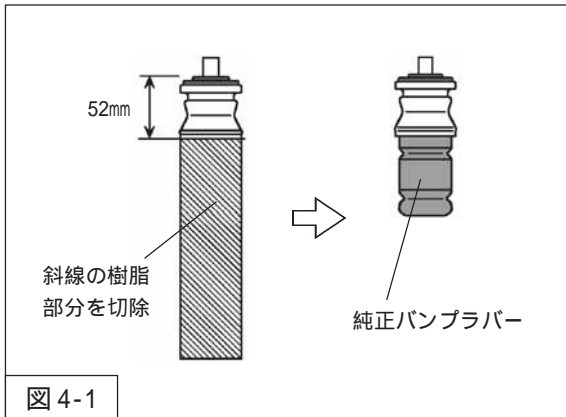

図 4-1
- ・ダストブーツ部分が純正アッパーマウントと一体になっている場合は、図4-1を参考に樹脂部分を切除してください。
2. 純正アッパーマウントは、固定されている純正バンブラバーを取外し、リアダンパーASSYに組付けてください。（図4-1）